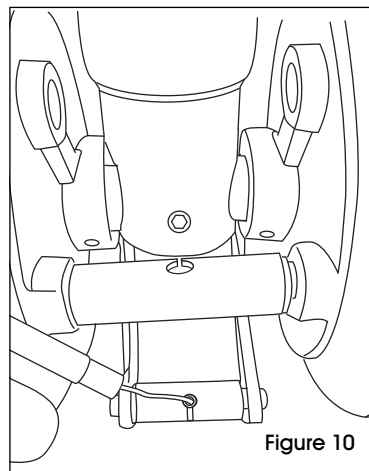

Figure 10
2. Tirez fermement pour que le bouton de câble inférieur se positionne bien en place. (Voir Figure 10)